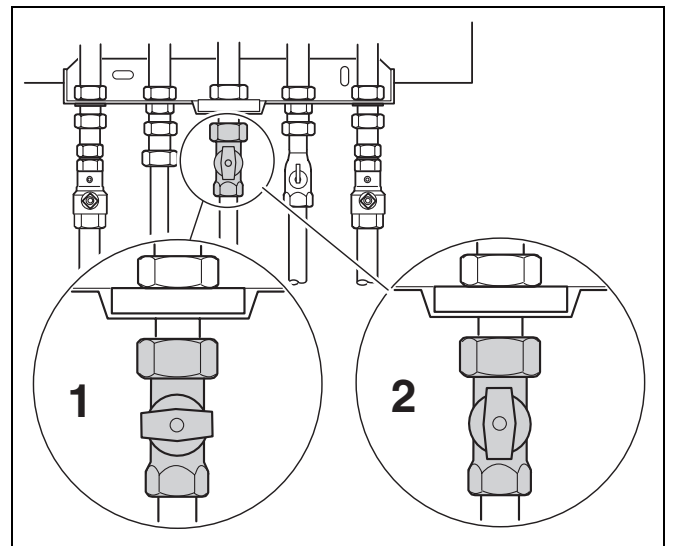

fig. 22 Robinet de gaz
- Fermer le robinet de gaz (fig. 22, pos. 1).
- Ouvrir le robinet de gaz (fig. 22, pos. 2). Laisser s'échapper à l'air libre le gaz par le tuyau.
- S'il n'y a plus d'air qui sort, fermer le robinet de gaz (fig. 22, pos. 1).